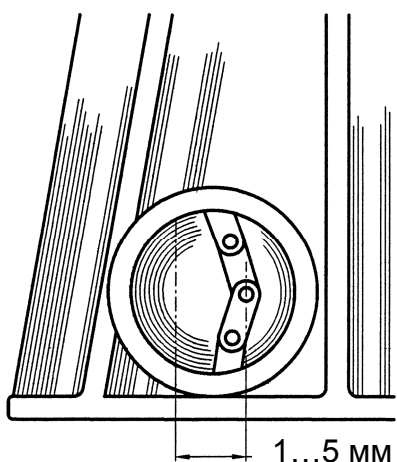

Рисунок 13 – Регулировка натяжения цепи коробки реверса
- Разность указанных положений цепи должна составлять 1...5 мм (см. рисунок 13);